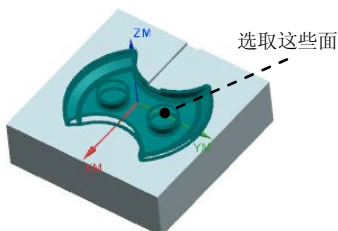

图 21.9 指定切削区域
Step2. 在图形区中选取图 21.9 所示的面 (共 33 个) 为切削区域, 然后单击“切削区域”对话框中的 **确定** 按钮, 系统返回到“型腔铣”对话框。